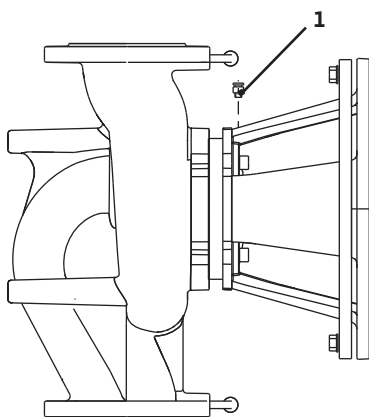

Fig. 38: Entlüftungsventil
- Pumpen durch Lösen der Entlüftungsventile (Fig. 38, Pos. 1) entlüften. Ein Trockenlauf zerstört die Gleitringdichtung der Pumpe. Der Differenzdruckgeber darf nicht entlüftet werden (Gefahr der Zerstörung).